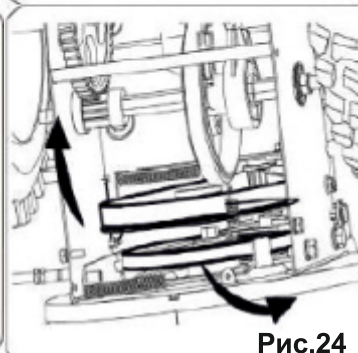

Рис.24
- б. Отцепите пружину опорного кронштейна от рамы (Рис. 24).